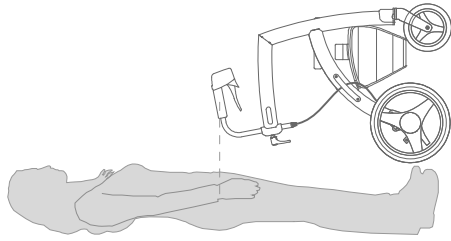

Figura 12: Determinar la altura correcta.
El ajuste correcto de la altura (**Figura 12**) es crucial para el uso óptimo del Rollz Motion. La altura puede ser ajustada entre las posiciones mínima y máxima.
c. Para determinar la altura correcta, párese entre las empuñaduras del Rollz Motion con los brazos suspendidos. Las asas deben estar a la altura de las muñecas (Figura 12)